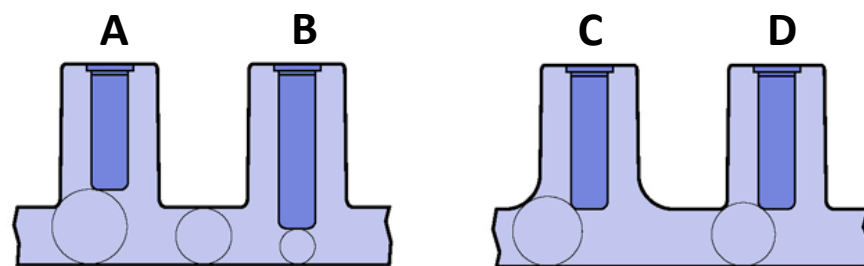

Figure 1: Four different boss core depth.
- (1). (a). **Figure 1** shows **TWO (2)** design considerations for the boss system. Choose the best boss core depth and provide suitable explanations to support your comparison.
***Rajah 1** menunjukkan **DUA (2)** pertimbangan reka bentuk untuk sistem bos. Pilih kedalaman teras bos terbaik dan berikan penjelasan yang sesuai untuk menyokong perbandingan anda.*